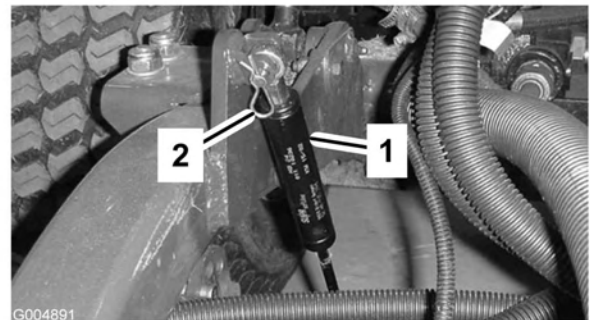

Bild 79
2. Nehmen Sie den Lastösenbolzen ab, mit denen die Stoßdämpfer an den Hubarmen befestigt sind (Bild 79). Drehen Sie die Stoßdämpfer zum Mähwerkgehäuse